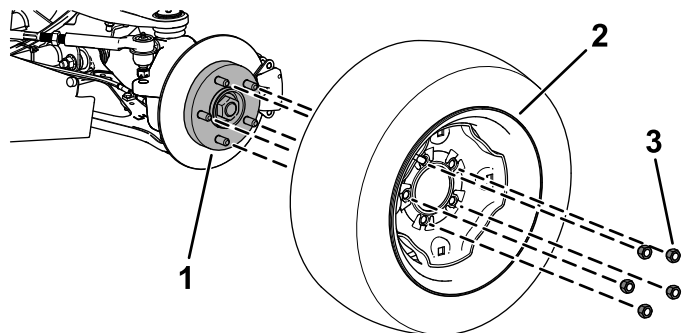

図 2
2. ホイールをハブに固定しているラグナット個を外す 図 2。